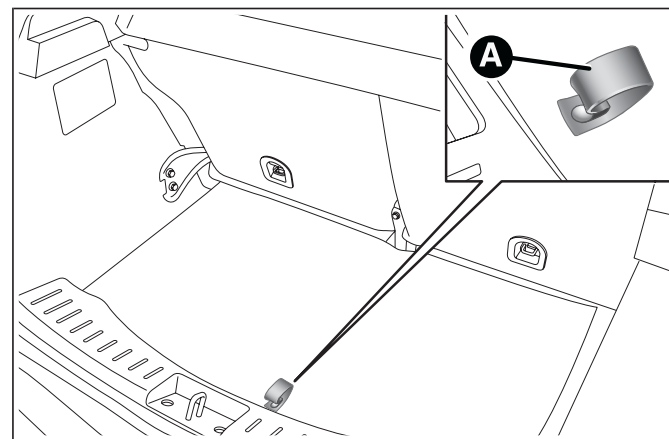

fig. 111
- aprire il bagagliaio, tirare la linguetta A fig. 111 e sollevare verso l'alto il tappeto di rivestimento;